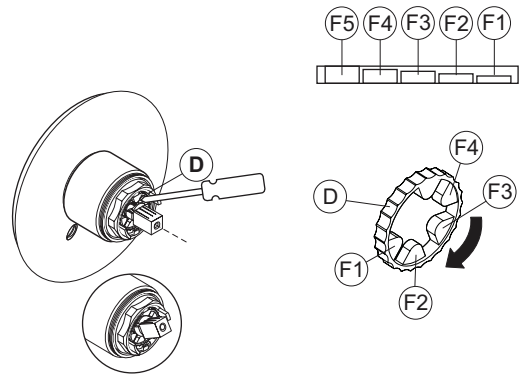

Fig. 5
- The cartridge being on the Off position, use a screwdriver to turn ring (D) clockwise to change the tooth under the lever. The thinner the tooth, the stronger the flow of water. (The ring has five teeth (F) that vary in thickness). Fig. 5.
- En position de fermeture, à l'aide d'un tournevis, tournez l'anneau D dans le sens des aiguilles d'une montre de façon à changer la dent sous la manette de la cartouche. Plus la dent est mince, plus le débit est important. (Cet anneau a 5 dents (F) d'épaisseur croissante). Fig. 5.
- En posición cerrada, gire con un destornillador el anillo D en el sentido reloj de manera para cambiar el diente por debajo de la palanca de la carga. Cuanto más delgado el diente, más grande será el caudal (dicho anillo tiene 5 dientes (F) con un espesor creciente). Fig. 5.